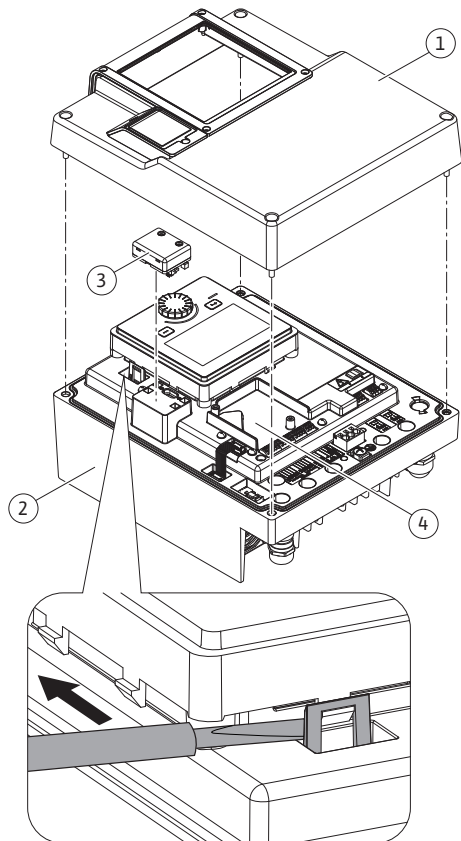
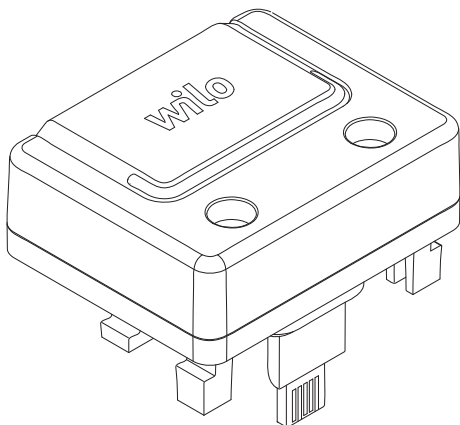

Fig. 26: Elektronikamodul
Fig. 27: Wilo-Smart Connect BT modul
A Wilo-Smart Connect BT modul Bluetooth-interfész (Fig. 26, 3. poz. és Fig. 27) mobil vég-eszközökhöz való (pl. okostelefon és tablet) csatlakozásra szolgál. A Wilo-Assistant alkalmazásban található a Wilo-Smart Connect funkció. A Wilo-Smart Connect funkció segítségével tudjuk elvégezni a szivattyú beállítását, kezelését és a szivattyú adatainak leolvasását. A beállításokat lásd az „Üzembe helyezés” [► 49] fejezetben.
1. Lazítsa meg az elektronikamodul felső részének négy csavarját (Fig. 26, 1. poz.; Fig. I, 2. poz.).
3. Dugja be a Wilo-Smart Connect BT modult az erre szolgáló Wilo-Connectivity interfészbe. Lásd: Fig. 26, 3. poz.
A CIF-modulok (tartozék) a szivattyúk és az épületfelügyelet közti kommunikációra szolgálnak. A CIF-modulokat az elektronikamodulra kell dugni (Fig. 26, 4. poz.)